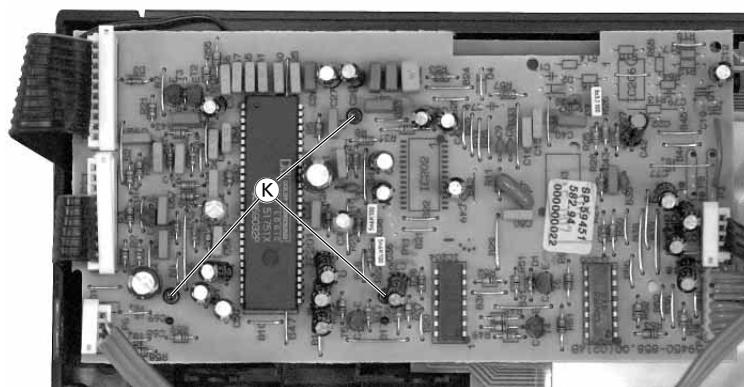

Fig. 6
- 3 Schrauben **K** herausschrauben (Fig. 6).
- Undo 3 screws **K** (Fig. 6).